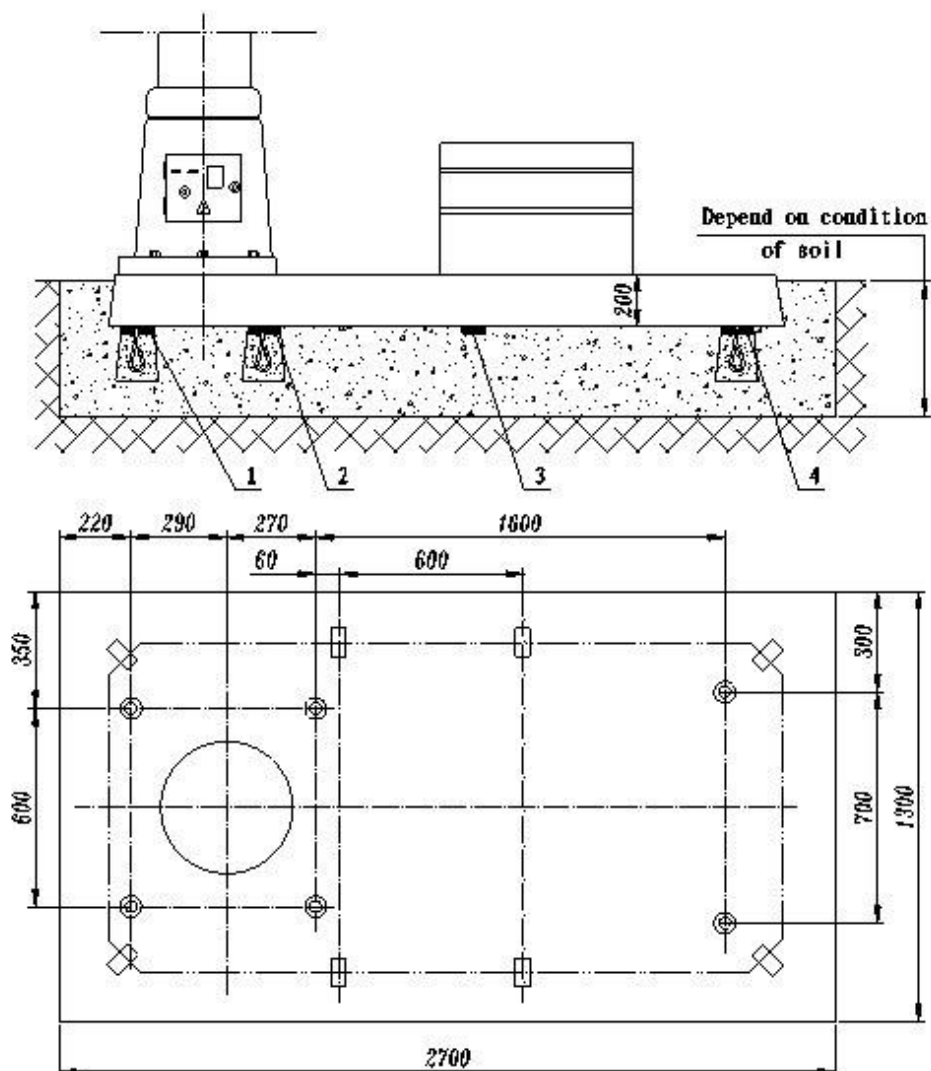

Рис. 3-2
3.2 Установка и геометрическая регулировка точности (Рис. 3-2)
Не снимайте зажим стойки до полной готовности основания, чтобы избежать удара станка. Сначала поместите болты в тыльную панель основания, а затем установите опорную плиту на землю, а затем установите пары задних блоков I, II, III как на рис. 3-2. Рычаг продольной и поперечной плиты должен находиться в пределах 0,04/1000. Начинайте регулировать каждое прецизионное значение после установки и запуска станка в соответствии со значениями, указанными в сертификатах производителя, которые были получены в процессе измерения при изготовлении. После регулировки зафиксируйте болты и тыльные блоки бетоном. Затяните болты и проверьте точность